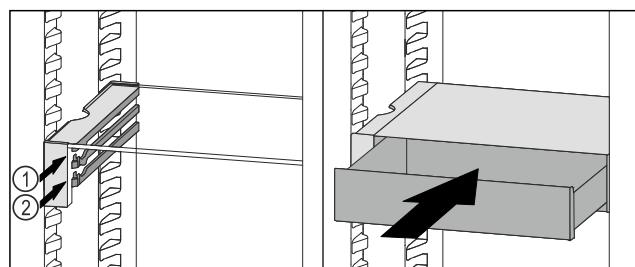

Fig. 70
- Установите выдвижной ящик VarioSafe за стопоры на требуемый выступ Fig. 70 (1) или Fig. 70 (2).